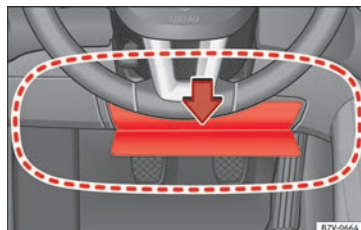

Fig. 16 En el lado del conductor: radio de acción del airbag para las rodillas.
La zona enmarcada en rojo » fig. 16 (A) queda cubierta por el airbag para las rodillas cuando se dispara (campo de acción). Por este motivo, nunca se deberá colocar o fijar objetos en estas zonas.